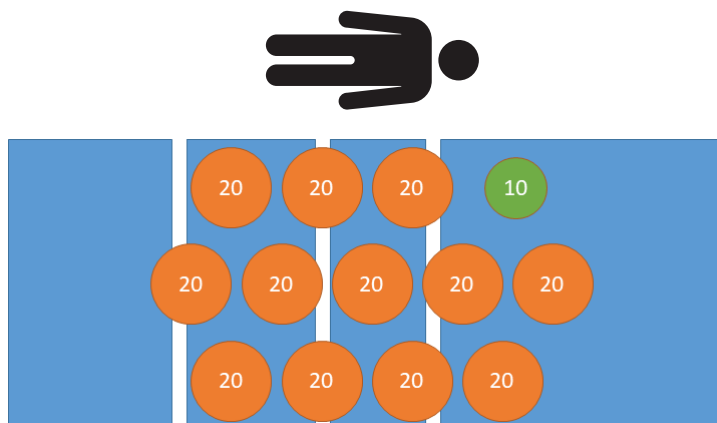

Figura 11 – Pré-carga - 250 kg
27. Utilizando pesos calibrados, pré-carregue o produto até 250 kg (Figura 11).